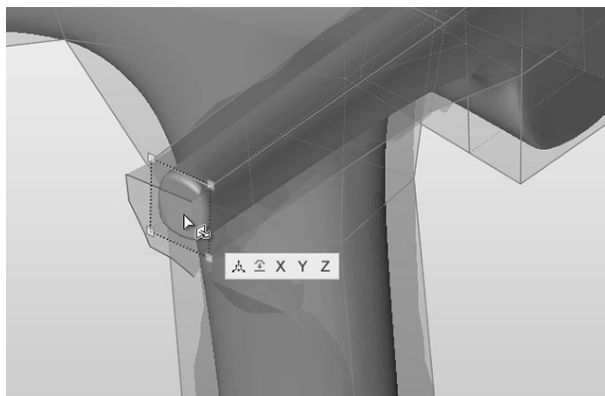

图 15-24
9) 选中图中所示的面，然后单击小对话框上的 Y 按钮，使该面对齐平面，如图 15-24 所示。